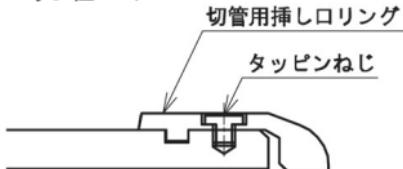

図79 タッピングねじの締め付け
- ⑤ プラスドライバを用いてタッピンねじを締め付けて切管用挿し口リングを固定する（切管用挿し口リングからねじの頭部が飛び出ない程度が目安 図79）。タッピンねじが所定の位置まで締め込められない場合は、⑨の手順に従い再加工を行う。
- 締め付け後、ねじ部のシールゴムが切管用挿し口リングから飛び出していないことを確認する。シールゴムが切管用挿し口リングから飛び出している場合は、⑨の手順に従い再加工を行う。